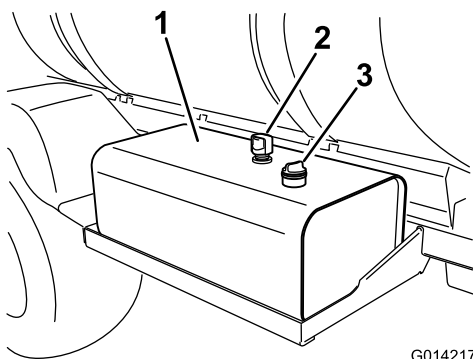

Figure 107
- Nettoyez la surface autour du bouchon-jauge du réservoir de liquide hydraulique et enlevez-le (Figure 107).